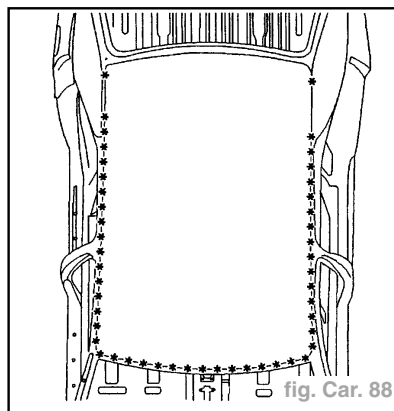

fig. Car. 88
- Dégraffer les points à l'aide d'une fraise de  $\varnothing = 8 \text{ mm}$  (fig. Car. 88).
- Souder par points "bouchon" MAG (fig. Car. 88 et 89).